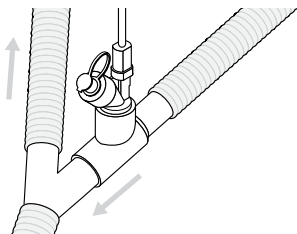

Abbildung 5. Aerogen Solo mit einem Beatmungsschlachsystem für Erwachsene verbinden
1. Bei 22-mm-**Beatmungsschlachsystemen für Erwachsene** den Vernebler mit dem T-Stück für Erwachsene im Inspirationsschenkel des Beatmungsschlachsystems vor dem Y-Patientenanschlussstück anschließen (Abbildung 5).
Bei **Beatmungsschlachsystemen für Kinder** (15 mm) den Vernebler mit dem T-Stück für Kinder im Inspirationsschenkel des Beatmungsschlachsystems vor dem Y-Patientenanschlussstück anschließen, wie in Abbildung 5 anhand des T-Stücks für Erwachsene gezeigt.